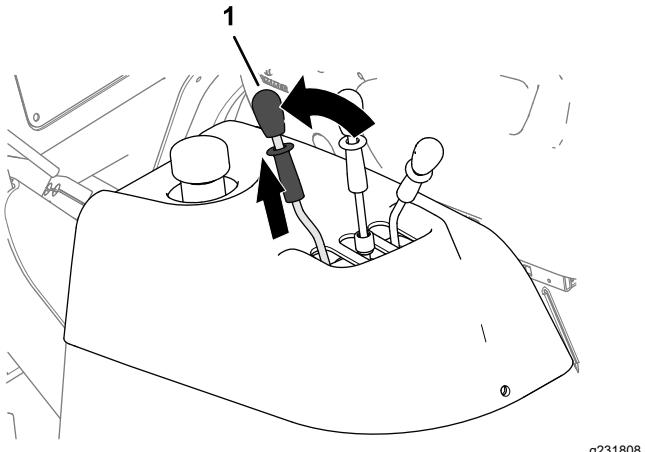

Figura 55
- Peça a outra pessoa que puxe para trás e segure a alavanca de descarga da tremonha (Figura 55).